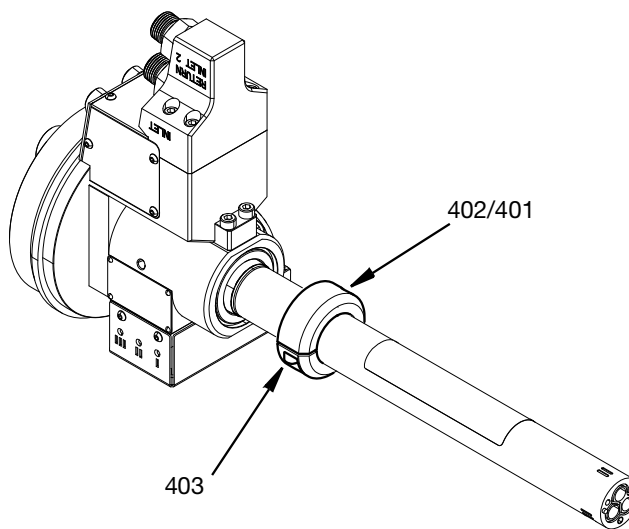

FIG. 16
8. Dopo avere rimosso l'adattatore dal corpo centrale, allentare le due viti M5 (403) e rimuovere il gruppo dell'anello di blocco (401) con la rondella (402). Vedere FIG. 16.